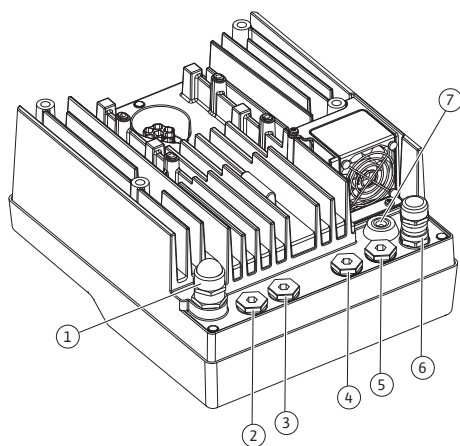
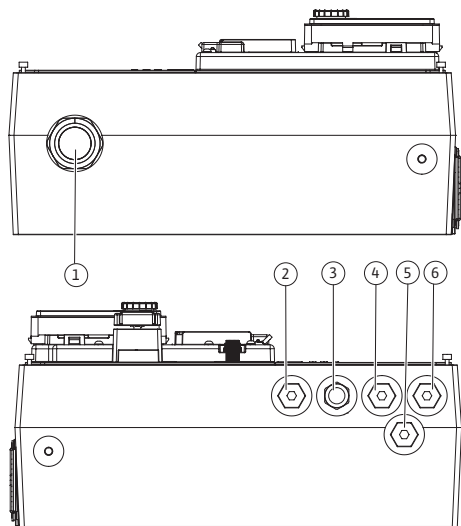

Fig. 21: Кабельные втулки / кабельные вводы (0,37 ... 7,5 кВт)
Fig. 22: Кабельные втулки / кабельные вводы (11 ... 22 кВт)
на электронном модуле (Fig. 21) находятся шесть кабельных вводов для клеммной коробки. Кабель к источнику питания электровентилятора установлен на электронном модуле еще на заводе-изготовителе.
на электронном модуле (Fig. 22) находятся с одной стороны пять кабельных вводов для клеммной коробки. Кабельный ввод для источника питания находится с другой стороны.
Кабельные вводы, в том числе уплотнения для кабельных вводов 2 ... 5 (Fig. 21 и Fig. 22), поставляются в комплекте с изделием.
4. Провести кабель электропитания через кабельный ввод M25 (Fig. 21, поз. 1, для 0,37 ... 7,5 кВт).
Провести кабель электропитания через кабельный ввод M40 (Fig. 22, поз. 4, для 11 ... 22 кВт).